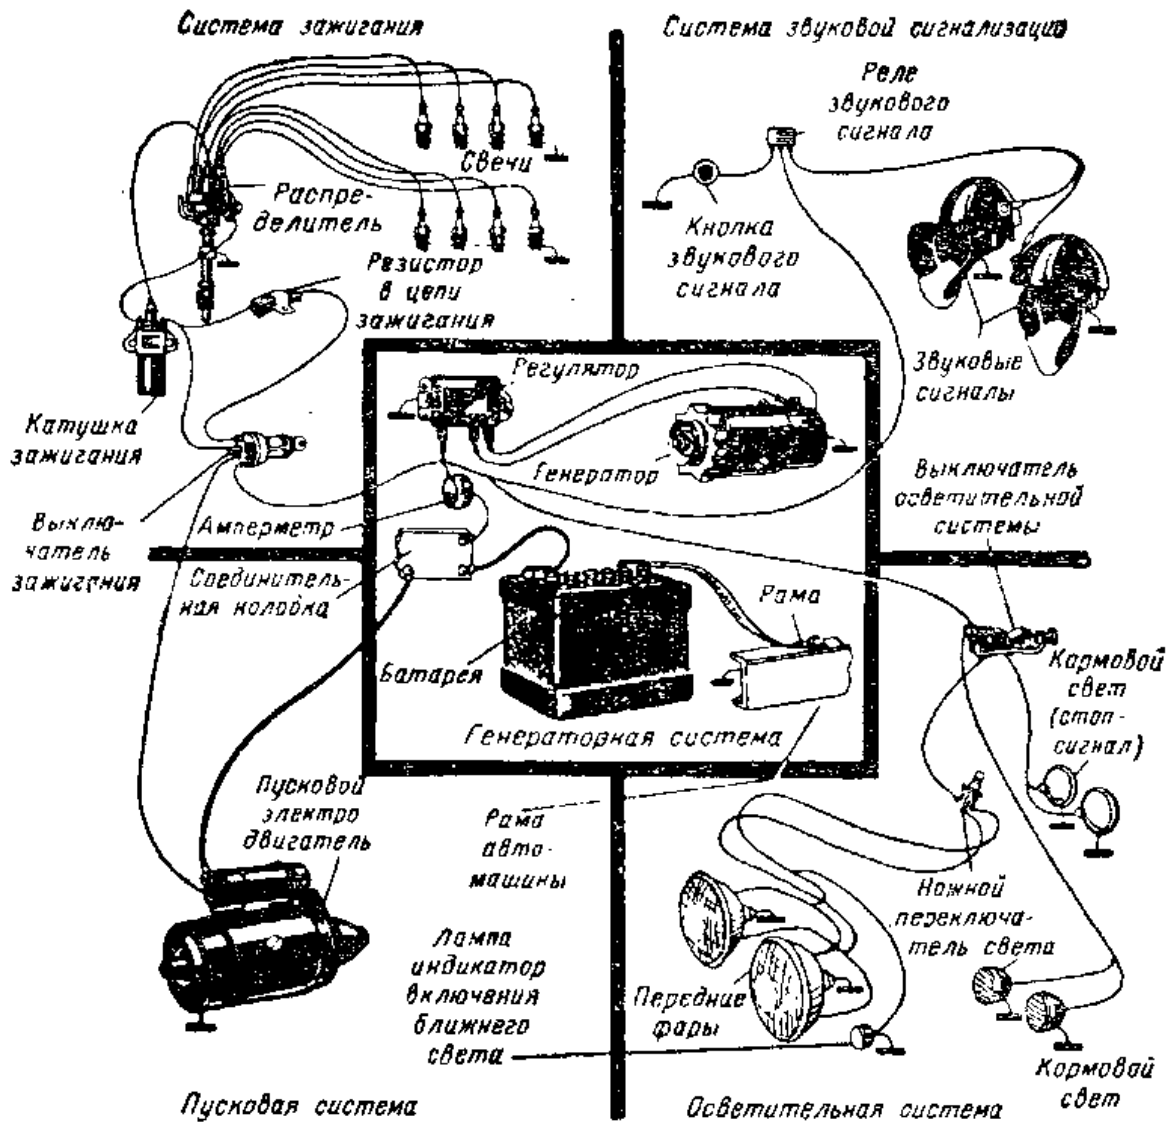

Рис. V.118. Типичная электрическая схема автомашины. Она состоит из 5 основных систем.
**Назначение электрической системы.** В автомашине электрическая энергия служит для многих целей: для запуска двигателей; для питания фар, освещающих дорогу; для зажигания горючего, которое при сгорании сообщает энергию двигателю машины; для питания таких приборов, как указатель уровня горючего, термометр и масляный манометр; для питания световой сигнализации, например стоп-сигнала и сигнала поворота, и для питания многочисленных вспомогательных приборов: радиоприемника, звуковых сигналов, обогревателя и т. п. Полная электрическая схема автомашины показана на рис. V. 118.